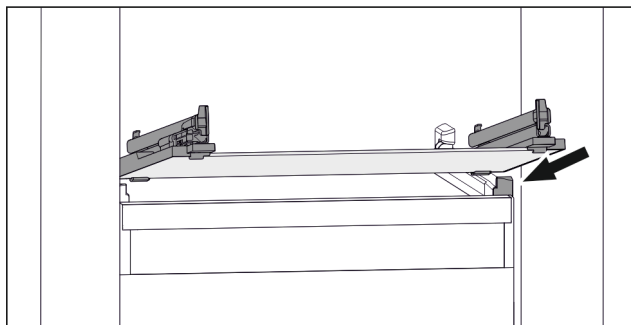

Fig. 82 Примерное отображение стеклопакета
- ▶ Наклоняя вниз, установите стеклопакет за опоры. (см. Fig. 82)